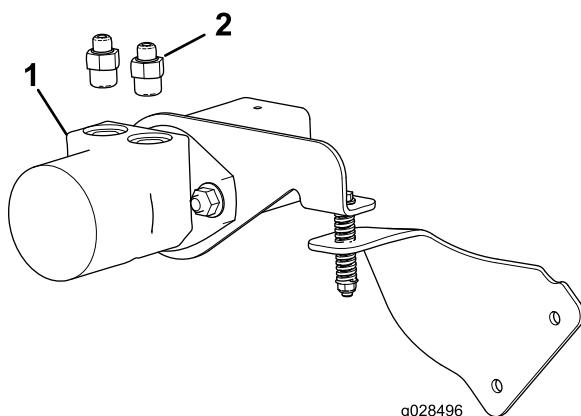

Figura 3
4. Instale os 2 encaixes hidráulicos retos (5/8 pol.) no motor hidráulico, conforme indicado em Figura 3.
5. Monte os encaixes de 90 graus das 2 mangueiras hidráulicas nos 2 encaixes retos (Figura 3) até ficarem enroscados manualmente.